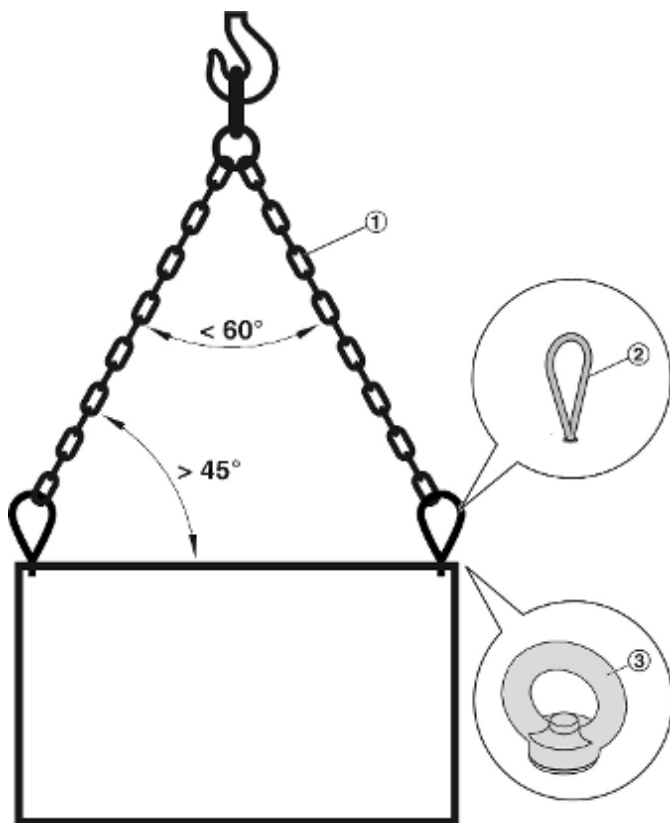

Abb. 13: Krantransport an Seilösen
Alle Seilösen (Abb. 13 /2) in die Gewindebohrungen einschrauben.
2. ▶ Die Anschlagmittel (Abb. 13 /1) an den Anschlagpunkten einhängen.